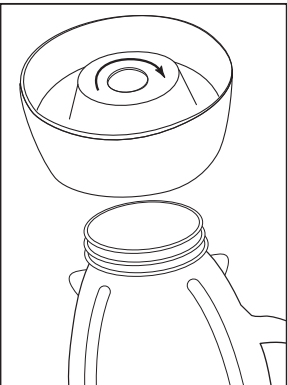

FIGURE 4
- Enclencher la bague dans l'anneau de fixation. Mettre la bague par-dessus de la bague, les aligner avec les crans du récipient. (Remarque : S'il y a des rainures sur le dessus de la bague, aligner-les avec les crans du le récipient.) Mettre la bague sur le récipient et visser l'anneau de fixation dans le sens des aiguilles d'une montre pour bien la fixer. (Figure 4 à la page suivante)